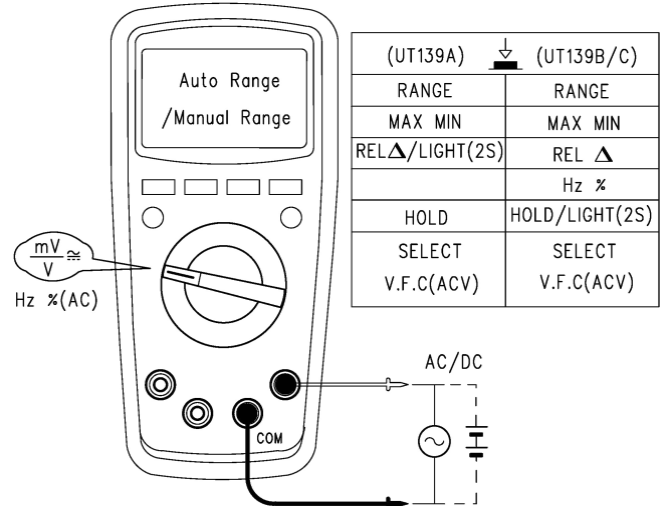

Рисунок 3
**9.1. Измерение переменного и постоянного напряжения (см. рисунок 3)**